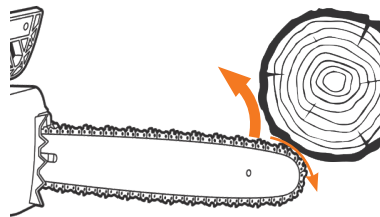

Рис. 3
- Будьте предельно внимательны и не подносите носок пильной шины до касания с предметом, это вызывает мгновенный обратный удар, при котором шина будет резко отброшена назад и вверх по направлению к оператору (Рис. 3).